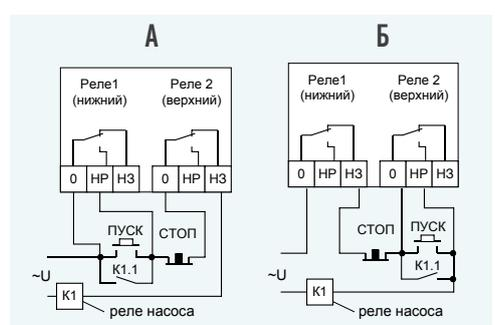

Рис. 4. Схемы автоматического управления перекачивающим насосом: А - наполнения, Б - опорожнения.
- устанавливать кратковременное переключение реле на уровнях “1” и “2”, необходимое, например, для осуществления контроля наполнения нескольких резервуаров одним насосом с использованием в качестве управляющего элемента реле-пускателя с самоудерживающим контактом (рис. 4);